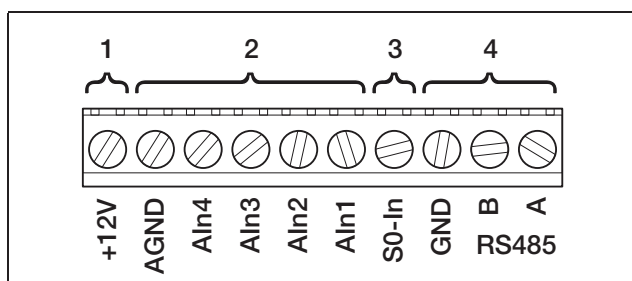

Abbildung 64: Kabelklemme
- Schließen Sie die Leitungen entsprechend der Anschlussbelegung (Abbildung 64 und Tabelle 10) an der Klemme an.
Auf der Klemme für analoge Schnittstellen (Abbildung 64) befinden sich Anschlüsse für die serielle **RS485-Schnittstelle**. Über RS485 können, abhängig von den benutzten Wechselrichtern, bis zu 200 Wechselrichter vernetzt werden.
- Schließen Sie die Leitungen entsprechend der Anschlussbelegung (Tabelle 7) an der Klemme (4 in Abbildung 64) an.